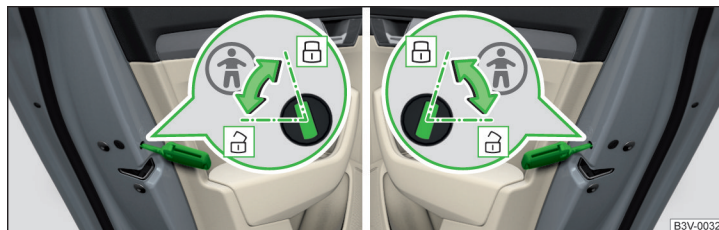

Fig. 57 Portiera spate: Activarea/dezactivarea siguranței pentru copii
- Pentru **activare**, rotiți siguranța cu cheia în poziția » fig. 57.